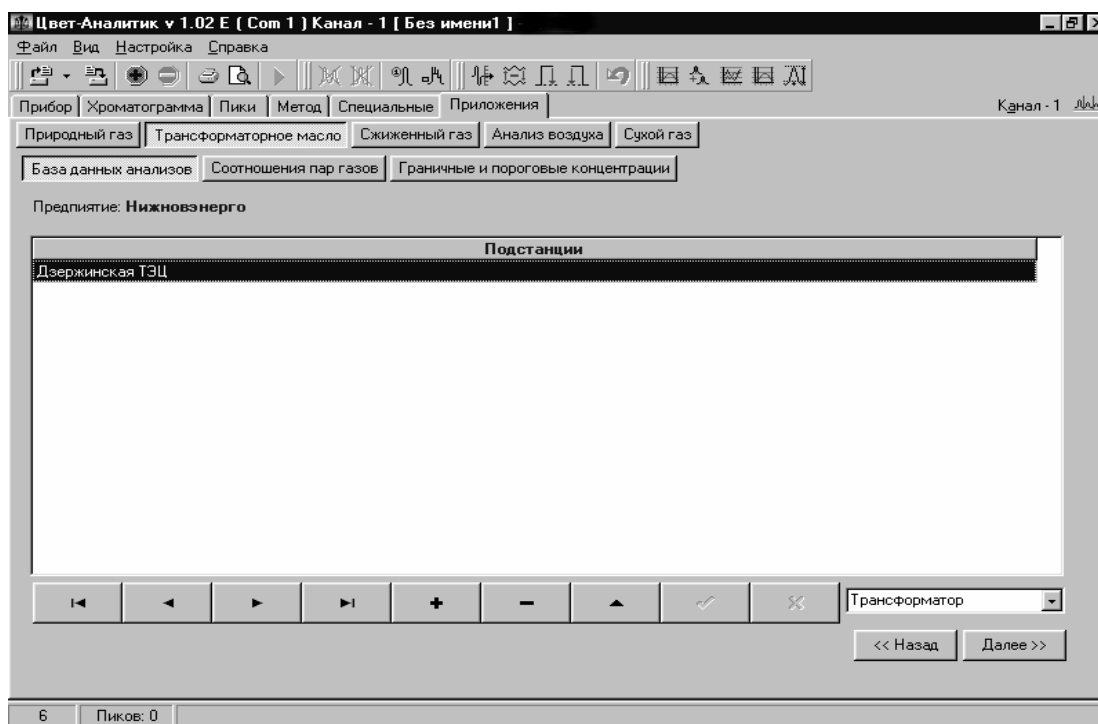

Рис. 4. Выбор подстанции.
3. Выбрать нужную подстанцию, в выпадающем списке выбрать вид оборудования и нажать кнопку *Далее >>* (Рис. 4).